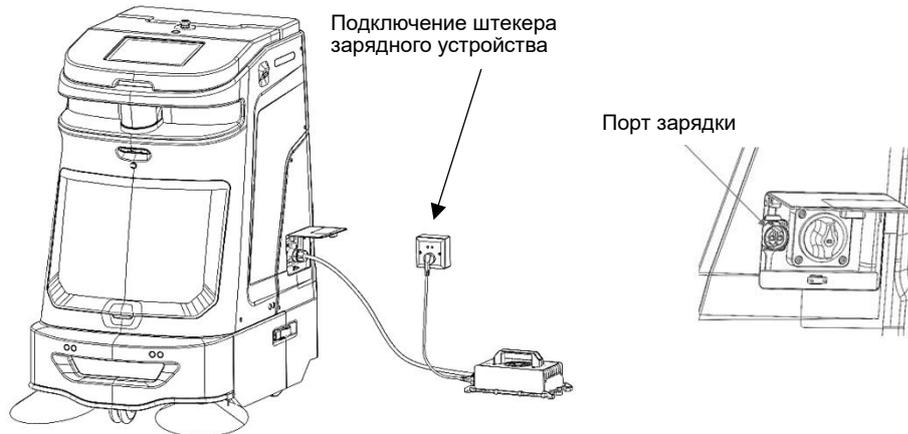

РИС.29
- 3) Подключите входной штекер зарядного устройства к источнику переменного тока, как показано на РИС. 29.